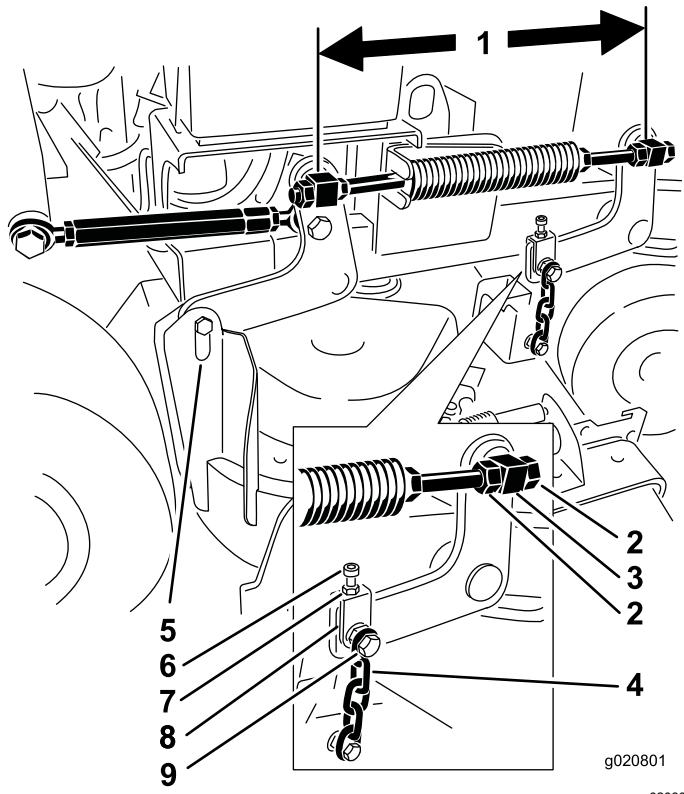

Figure 81
2. Desserrez les écrous de blocage du pivot **avant** (Figure 81).
4. Resserrez les écrous de blocage du pivot **avant** (Figure 81).
1. Mesurez la distance entre les centres des pivots (entraxe) sur chaque tige filetée (Figure 81).
6. Serrez les écrous de blocage sur les pivots avant gauche et droit (Figure 81).
4. Desserrez les écrous de blocage sur les pivots avant gauche et droit (Figure 81).
4. Desserrez les écrous de blocage du pivot avant gauche (Figure 81).
6. Resserrez les écrous de blocage du pivot avant gauche (Figure 81).
5. Desserrez les boulons de chaîne supérieurs (Figure 81).
6. Desserrez les écrous de blocage sur chaque chape (Figure 81).
8. Resserrez les écrous de blocage et les boulons de chaîne supérieurs (Figure 81).